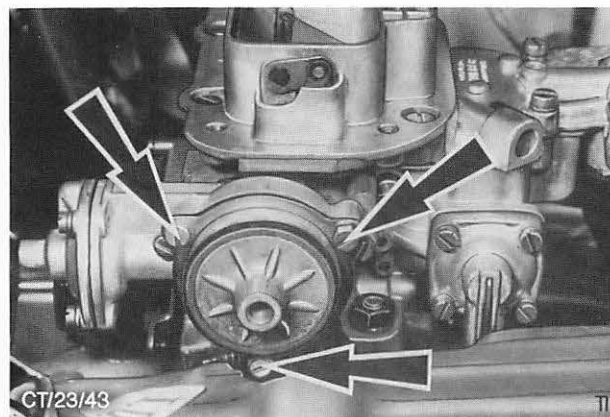

Abb. 130 Befestigungsschrauben – Thermofedergehäuse
5. Schrauben (3) entfernen und Thermofedergehäuse komplett abbauen. Abb. 130. Abschirmscheibe entfernen.